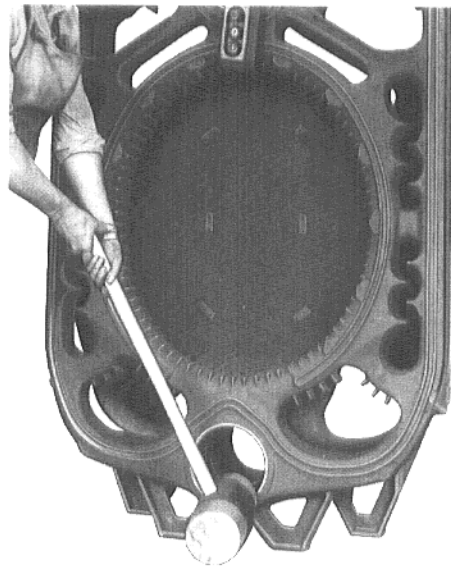

Abb. 14
- **Erstes Mittelglied** mit der oberen und unteren Nabe auf die Nippel des Hintergliedes ansetzen. Mittelglied mit Holzhammer leicht an das Hinterglied anschlagen (Abb. 14).